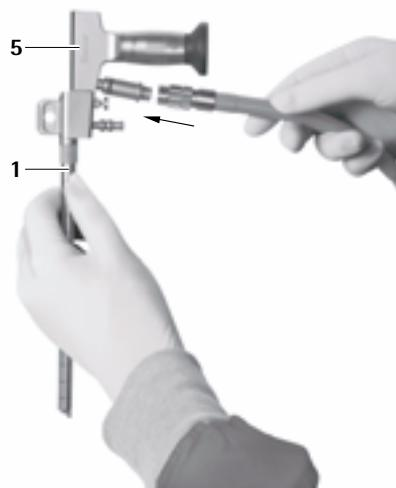

Fig. 3
- Ligar o cabo de luz e a câmara, ver Fig. 3–5.